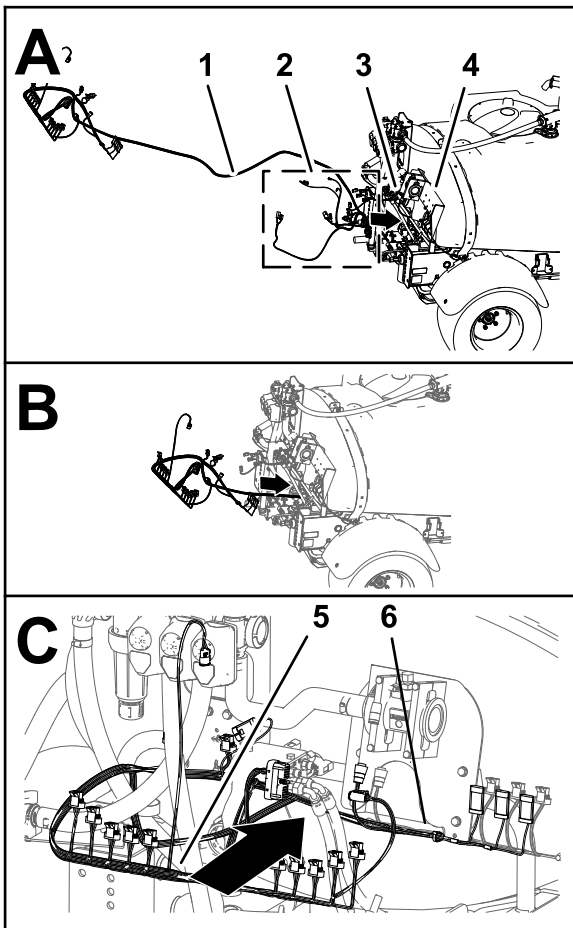
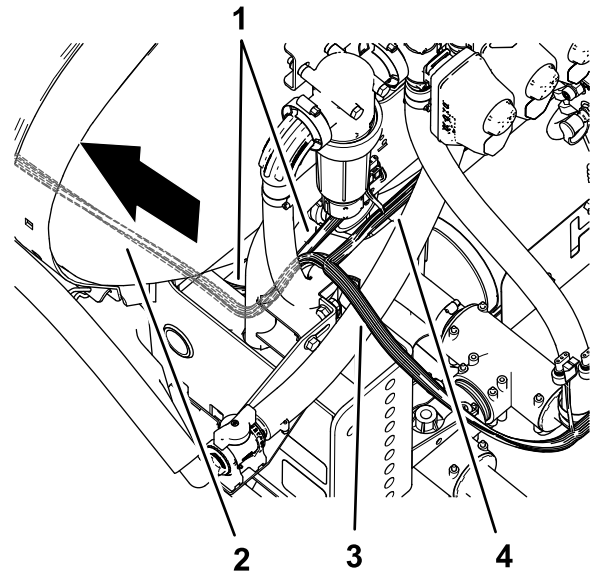

図 78
図 79
2. 84cm の枝線、60cm の枝線、66cm の枝線を、車両左側にある車両用ワイヤハーネスに沿って配設する 図 78 と 図 79。